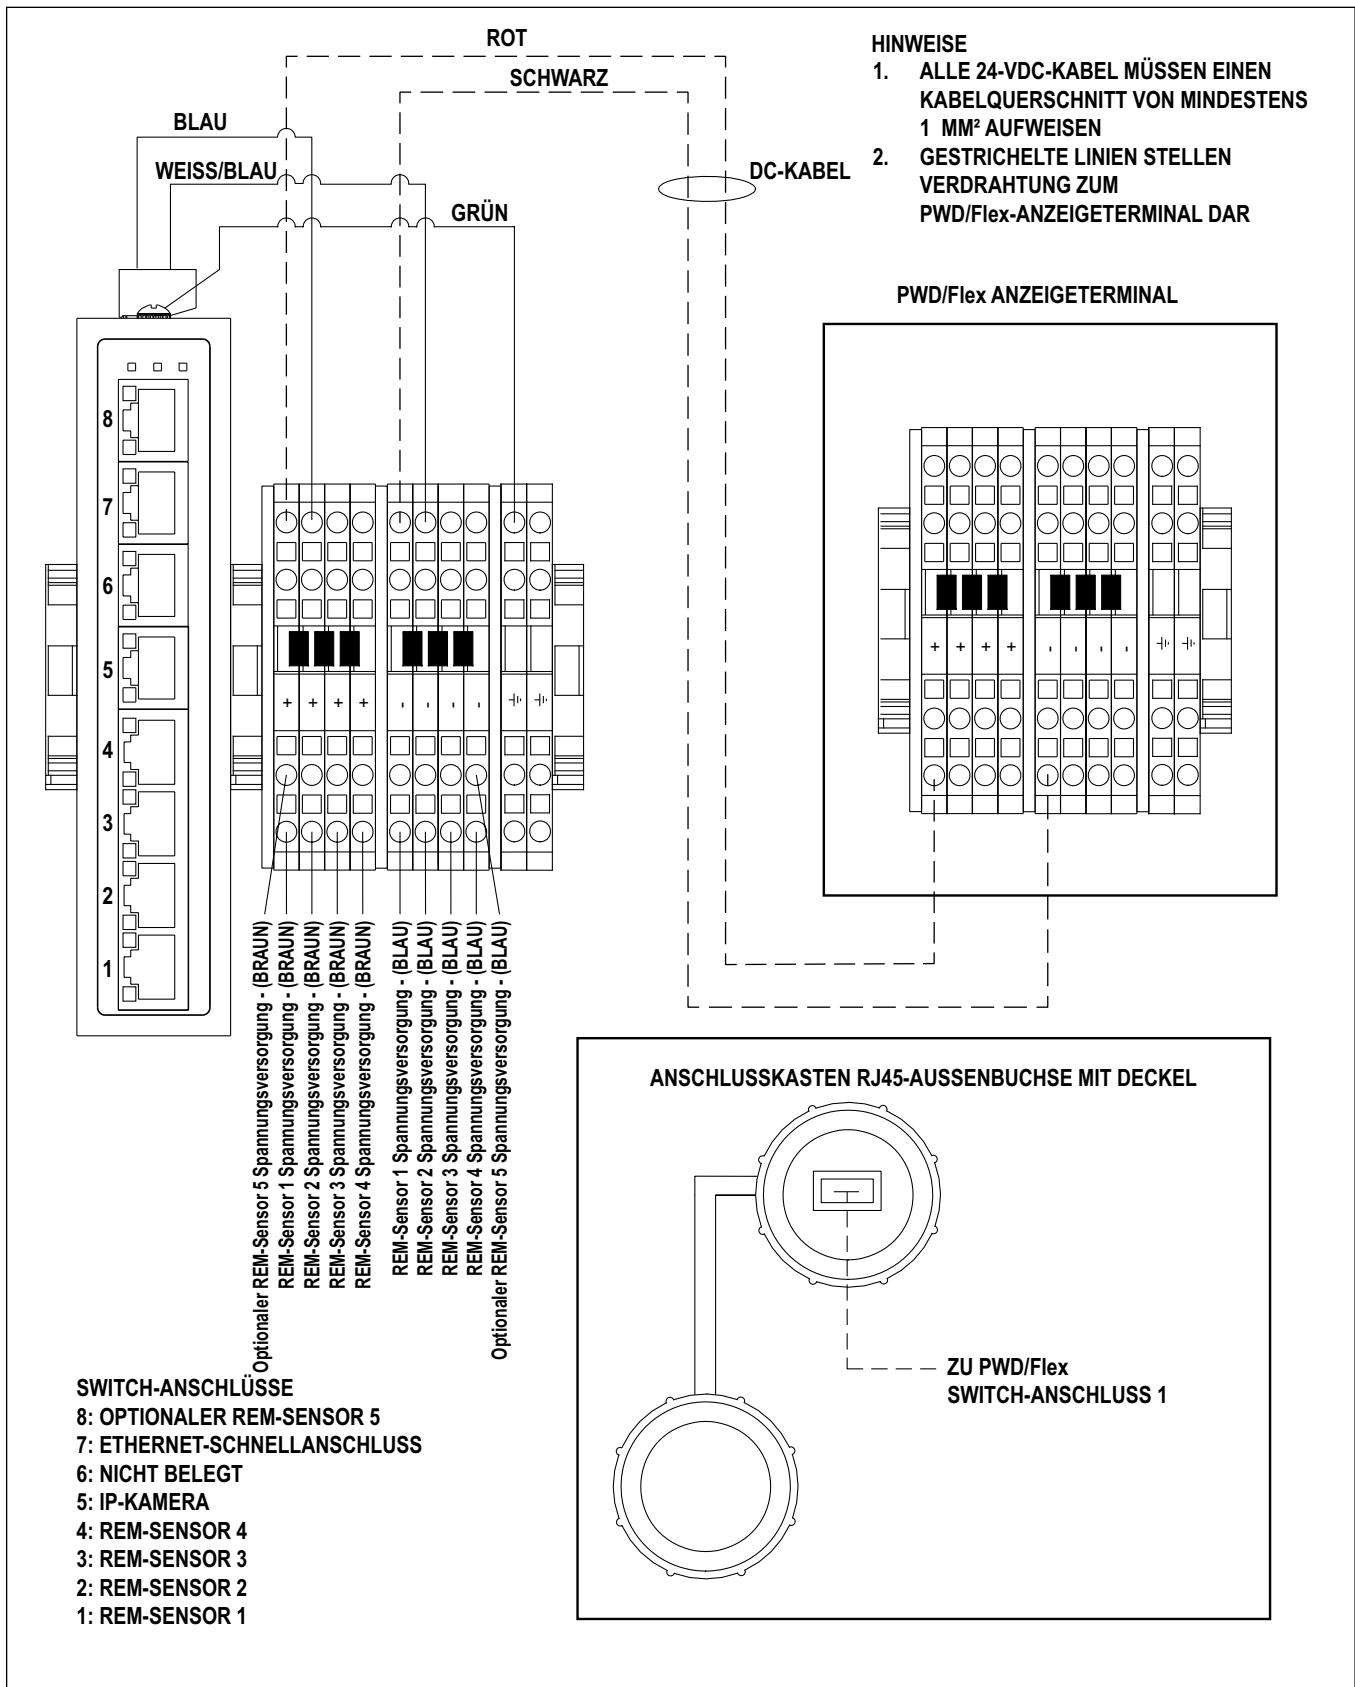

Abbildung 5-4. Verdrahtung der Kabel im Anschlusskasten
- Das Ethernetkabel des Remote-IFM-Sensors (grün) an den Ethernetanschluss am Anschlusskasten anschließen (Abbildung 5-4 auf Seite 28).
- Das Spannungsversorgungskabel für den Remote-IFM-Sensor an den Klemmenblock im Anschlusskasten anschließen (Abbildung 5-4 auf Seite 28).
3. Die Verdrahtung der Kabel im Anschlusskasten gemäß Abbildung 5-4 auf Seite 28 vornehmen.